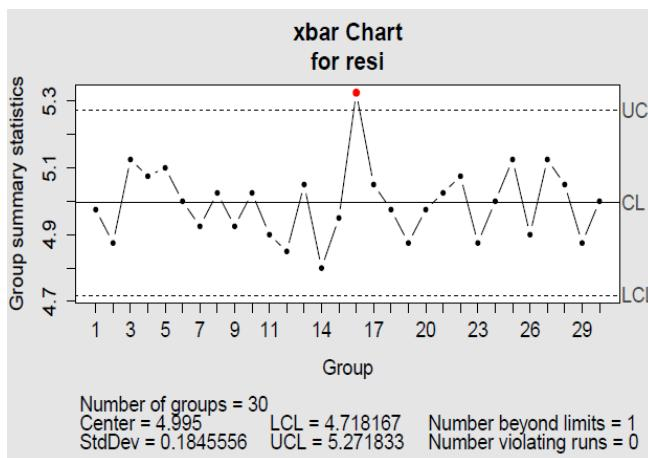

Figura 1: Gràfic de control Xbar per als resistors de l'empresa ResGirona S.A..
els límits de control. El gràfic que s'obté en fer un clic en D' acord ha de ser com el de la **figura 1**.
La funció `qcc()` és la responsable de crear el gràfic. Aquesta funció, per defecte, estima la desviació tipus σ mitjançant els rangs de les mostres. Per tant, utilitza el valor de \bar{R} per a calcular els límits del gràfic. La funció `stats.R(resi)` calcula l'amplitud de cada mostra i la corresponent mitjana de les amplituds \bar{R} . Per altra banda, el valor `StdDev = 0.1845556`, que apareix en la **figura 1** del gràfic de control de la mitjana és l'estimació de σ a partir dels rangs (recordeu que aquesta estimació s'obté mitjançant l'expressió \bar{R}/d_2). En R-Commander es pot calcular directament executant `sd.xbar(resi, std.dev=c('UWAVE-R'))`, on el paràmetre UWAVE-R especifica que la desviació s'estima mitjançant una mitjana (*AVErage*) no-ponderada (*UnWeighted*) dels rangs (R) de les mostres.